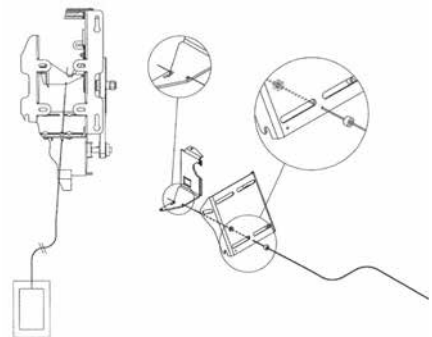

Figura 13 - Salida de emergencia
1. Pasar el alojamiento del cable (desde el control de la salida de emergencia) a través de los orificios previstos en el marco del operador (ver Figura 13).